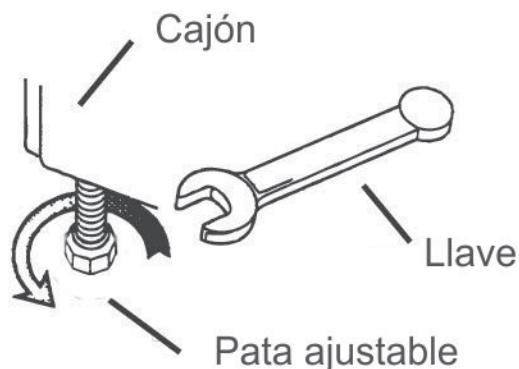

Figura 6: Cómo ajustar la altura de la estufa
- Deslice la estufa hasta colocarla nuevamente en su posición. De ser necesario, para evitar rayar la superficie de trabajo, modifique la altura de la estufa ajustando las patas de esta (consulte la Figura 6: Cómo ajustar la altura de la estufa). Asegúrese de enganchar el soporte anticaídas. Consulte la *Advertencia de peligro de caída* mencionada anteriormente en estas instrucciones y también en el *Manual de instalación de la estufa deslizante*.